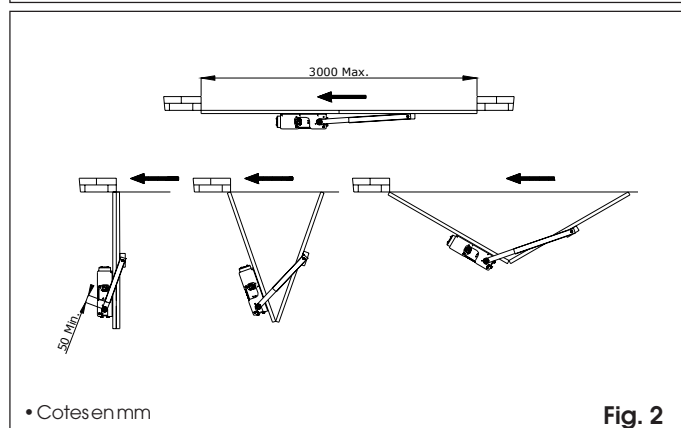
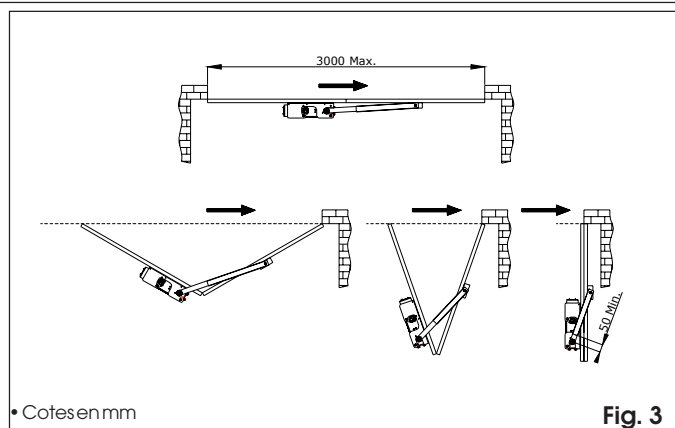
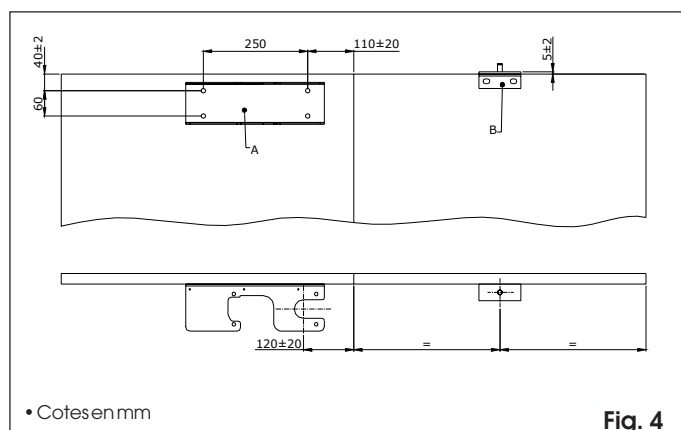

Fig. 2
Fig. 3
Fig. 4
1) Le système opératif sera installé sur le panneau articulé directement sur le pilastre (fig. 2) ou bien, à portail ouvert, si l'espace postérieur ne suffit pas pour le dispositif, celui-ci sera installé sur le panneau le plus extérieur (voir fig. 3). Dans les deux cas, les cotes d'installation de la fig. 4 sont valides.
- 2) Positionner la plaque base A sur le battant en respectant les cotes de la fig. 4 et la souder ou la fixer au battant par 4 vis.
- 3) Définir la position à moitié du second battant et positionner la cornière avec le tourillon B, et la souder ou la fixer par 2 vis en respectant les cotes indiquées à la fig. 4.
- 8) Si nécessaire, raccourcir la gaine de ce qui sert à respecter la cote de 50 mm des fig. 2 et 3~ 200~ 41~ 200~ 41. Avis important: gaine et élément intérieur doivent avoir la même longueur.
Dimensiones	véase fig.2